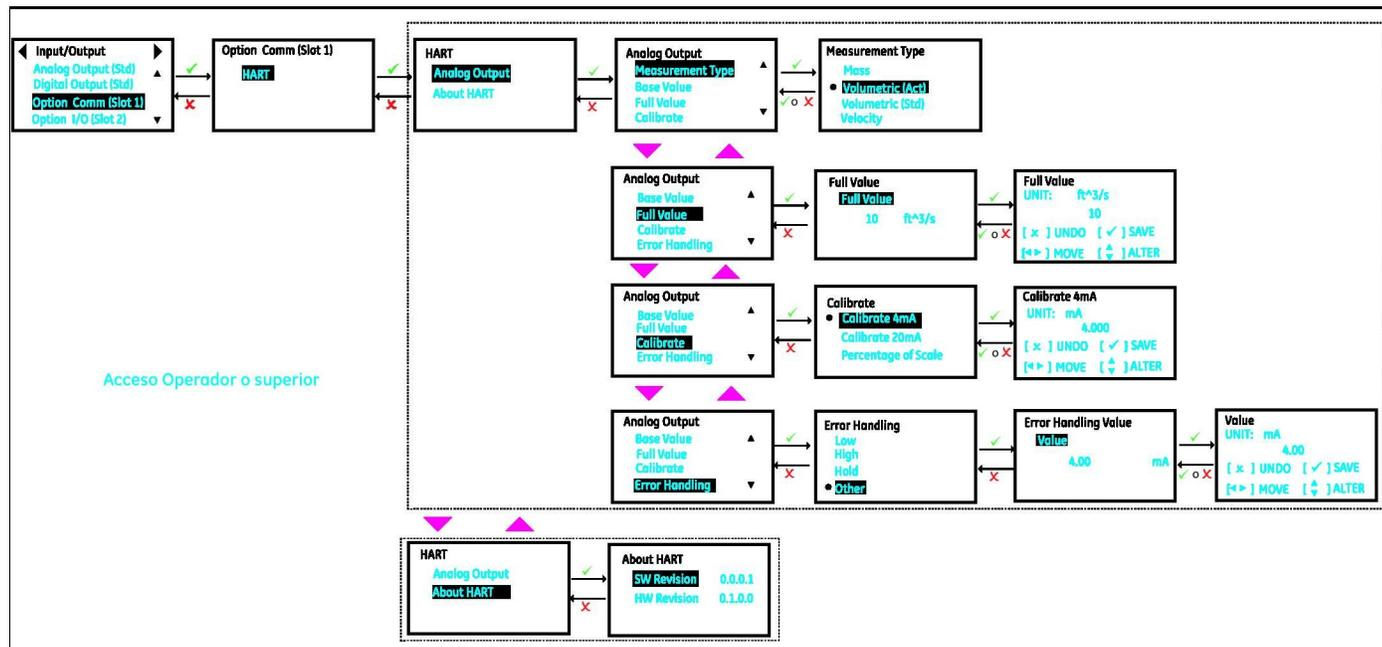

Figura 61: Option Slot-1 configurada como HART
2. Puede establecer *Analog Output* con la opción HART. Consulte la Figura 61 y la Figura 57.